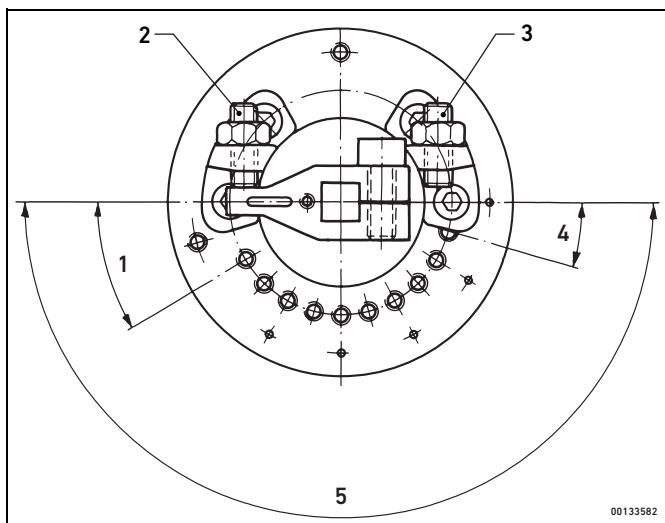

Fig. 6: Regolazione dell'angolo
3. Regolare l'angolo di rotazione servendosi delle viti a regolazione fine. Vedere Campo di regolazione dell'angolo nella Fig. 6 e Tabella 1.